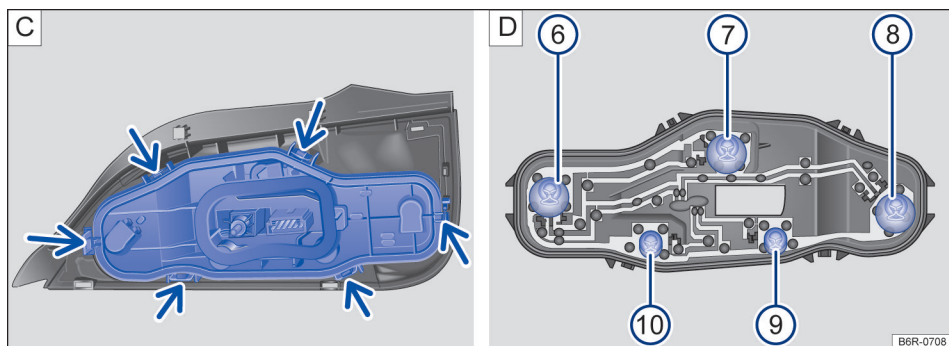

Fig. 114 Lanterna traseira: C: desinstalar o suporte da lâmpada, D: desinstalar a lâmpada incandescente.
9.	Para destravar o suporte das lâmpadas, pressionar cada lingueta de travamento (setas) → Fig. 114 C no sentido das setas.
11.	Para remover as lâmpadas incandescentes queimadas → Fig. 114 D, pressionar a lâmpada contra o suporte e girar no sentido anti-horário para removê-la.
15.	Instalar o suporte das lâmpadas na lanterna traseira. As linguetas de travamento → Fig. 114 C (setas) devem encaixar de forma audível.
A localização e a identificação das lâmpadas incandescentes → Fig. 114 D estão relacionadas a seguir: